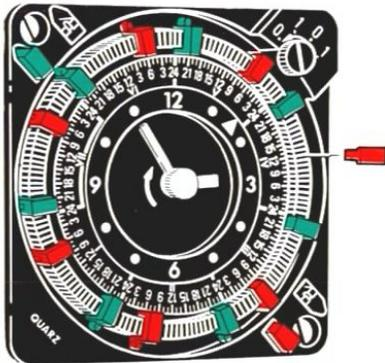

Abb. 4
*Beispiel (s. Abb. 4):
*Abbildung 4 zeigt die Einstellung «normaler» Heizbetrieb von 6.00—9.00 u. 14.00—22.00 Uhr und Heizbetrieb mit Temperaturabsenkung von 9.00—14.00 u. 22.00—6.00 Uhr.*